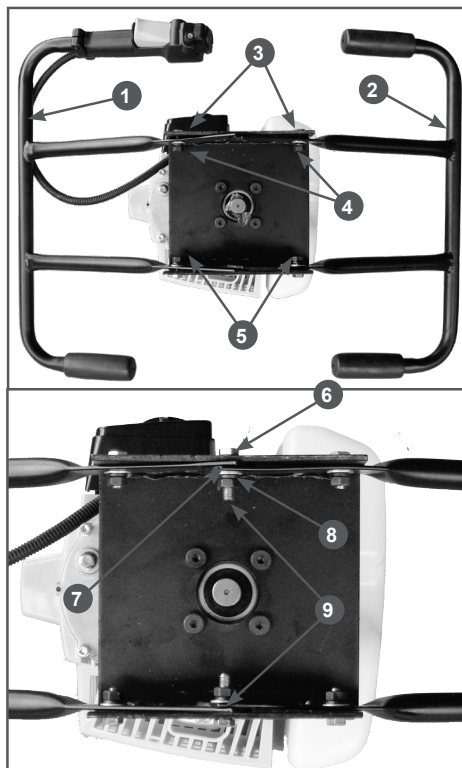

Рис. 2 Закрепление рукояток на раме редуктора
3. Переверните мотобур и осторожно поставьте на горизонтальную поверхность, как показано на Рис.2.
4. Закрепите рукоятки 1,2 на раме. Для этого необходимо совместить отверстия на краю рамы редуктора 3 и отверстия 4 на рукоятке. Соедините их короткими болтами, шайбами и гайками 5, не затягивая до конца (Рис.2).
5. Соедините обе рукоятки между собой и закрепите их на раме редуктора. Для этого необходимо совместить отверстия в середине рамы редуктора 6 и концевые отверстия на рукоятках 7,8. Соедините их длинными болтами, шайбами и гайками 9, не затягивая до конца (Рис. 2).